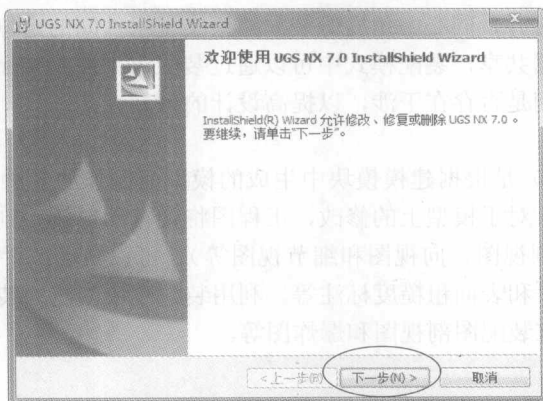

图 1-4 “UGS NX7.0 安装向导”对话框
(4) 弹出“UGS NX7.0 安装向导”对话框，如图 1-4 所示。单击“下一步”。